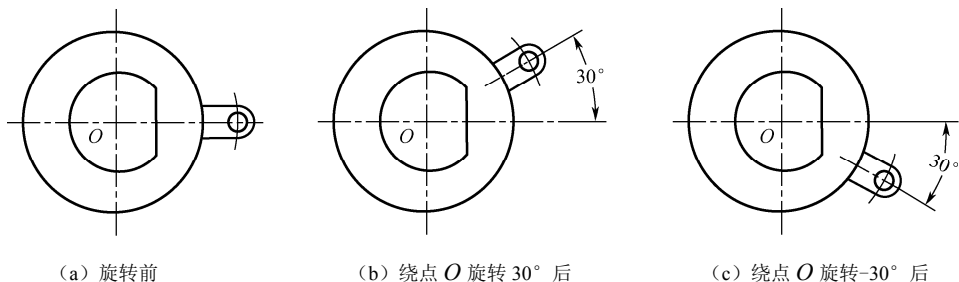

图 3-57 指定角度旋转对象
(1) 指定角度旋转对象。该方式在选择基点（即旋转中心），输入旋转角度后，将选定的对象绕指定的基点旋转指定的角度，如图 3-57 所示为旋转前、后的耳板。